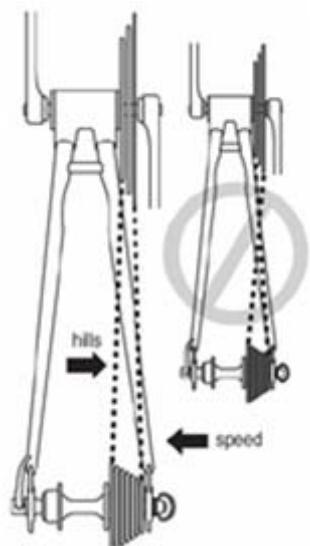

Рис.14
Комбинация самой большой задней и самой маленькой передней шестерен (рис.14) используется для самых крутых подъемов. Комбинация самой маленькой задней и самой большой передней шестерен используется для достижения максимальной скорости. Необязательно переключать передачи последовательно. Вы должны подобрать для себя «начальную передачу», наиболее соответствующую Вашему нынешнему уровню подготовки, т.е. комбинацию шестерен, которую трудно использовать для быстрого разгона и рывка, но позволяющую Вам достаточно легко тронуться с места. Экспериментируйте с повышением и понижением передач до тех пор, пока не сможете свободно переключать любые их комбинации. Сначала практикуйтесь в переключении передач там, где отсутствуют препятствия, нет опасностей и других транспортных средств. Учтите заблаговременно переключать передачи, например, еще до начала крутого подъема. Если Вам трудно переключаться, возможно, механизм переключения неотрегулирован как следует. Обратитесь за помощью к Вашему уполномоченному дилеру GIANT.
**⚠ ВНИМАНИЕ!** Никогда не переключайте передачи между крайними шестернями за один раз. Также не используйте комбинации шестерен «Верхняя передняя/Верхняя задняя» или «Нижняя передняя/Нижняя задняя» и близкие к ним (См. рис.14). Цепь может соскочить, что, в свою очередь, может привести к блокировке или поломке механизма переключения, потере контроля над велосипедом и даже к падению.